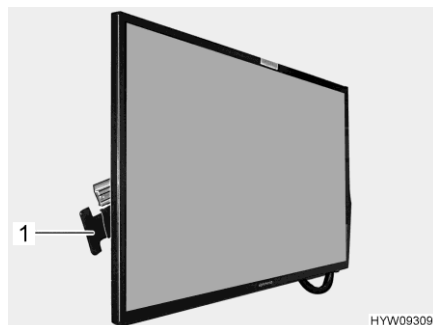

Bild 86 Platt bildskärm
- Tryck handtaget (Bild 86,1) i riktning mot den platta bildskärmen och håll det nedtryckt. Den platta bildskärmen är upplåst.